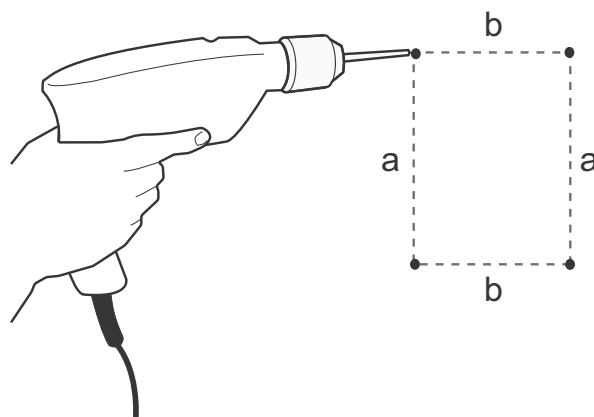

图5 在墙面上打孔
1. 用钻孔样板在墙面上标记出固定孔的位置。见图5。
2. 钻孔。见图5。